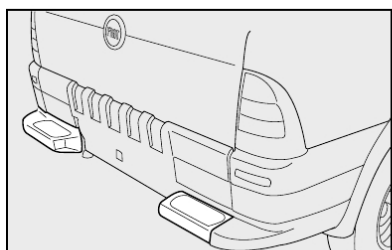

fig. 83
**Estribo traseiro - fig. 83**